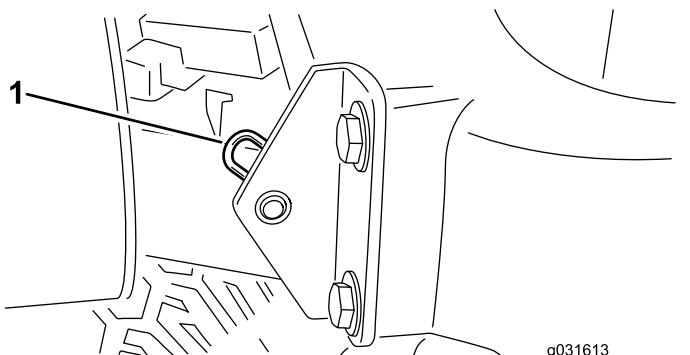

Bild 57
2. Entfernen Sie den Splint, mit dem das Gelenk der Motorhaube an den Befestigungshalterungen befestigt ist (Bild 57).